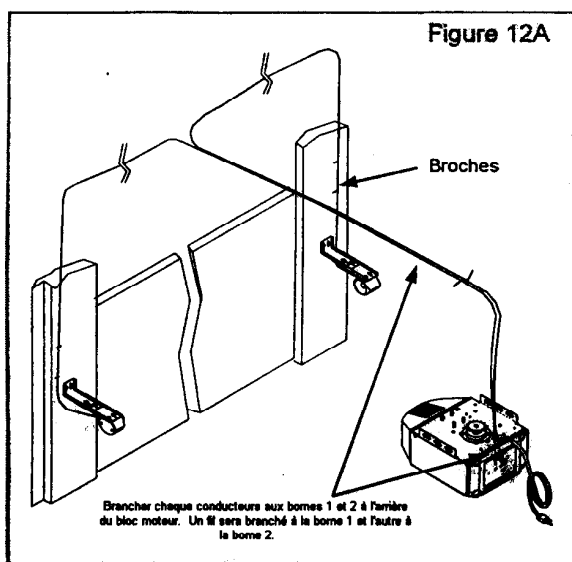

Figure 12A
4. Faire longer le conducteur le long du linteau et du mur jusqu'à un des modules de la photocellule en le fixant à l'aide d'agraffes isolées. Voir Figure 12A. Couper le fil en laissant un excédent d'environ 12".